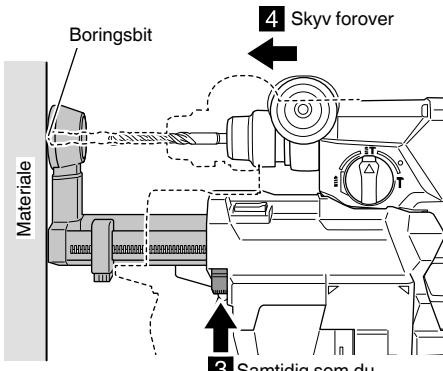

Fig. 6
- (3) Mens du trykker dysejusteringsknappen i pilens retning, press verktøyet mot materialet, tillat at dyseposisjonen koples ned til den når posisjonen der hvor boringsbiten kommer i kontakt med materialet. (Fig. 6)